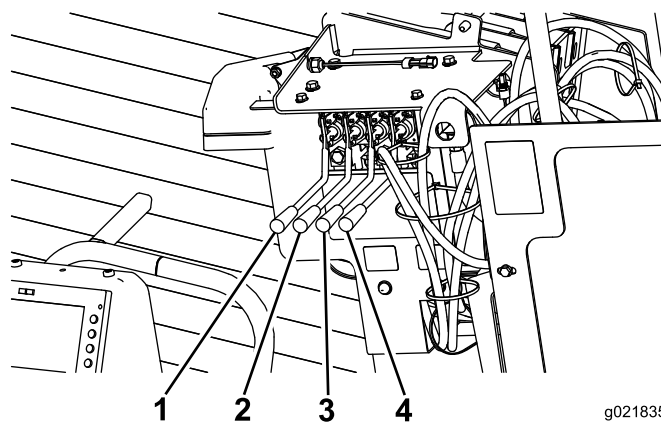

Figura 80
11. Mueva las 2 palancas de la estaca derecha hacia dentro para bajar y girar la estaca de barrena derecha hasta el fondo (Figura 80).